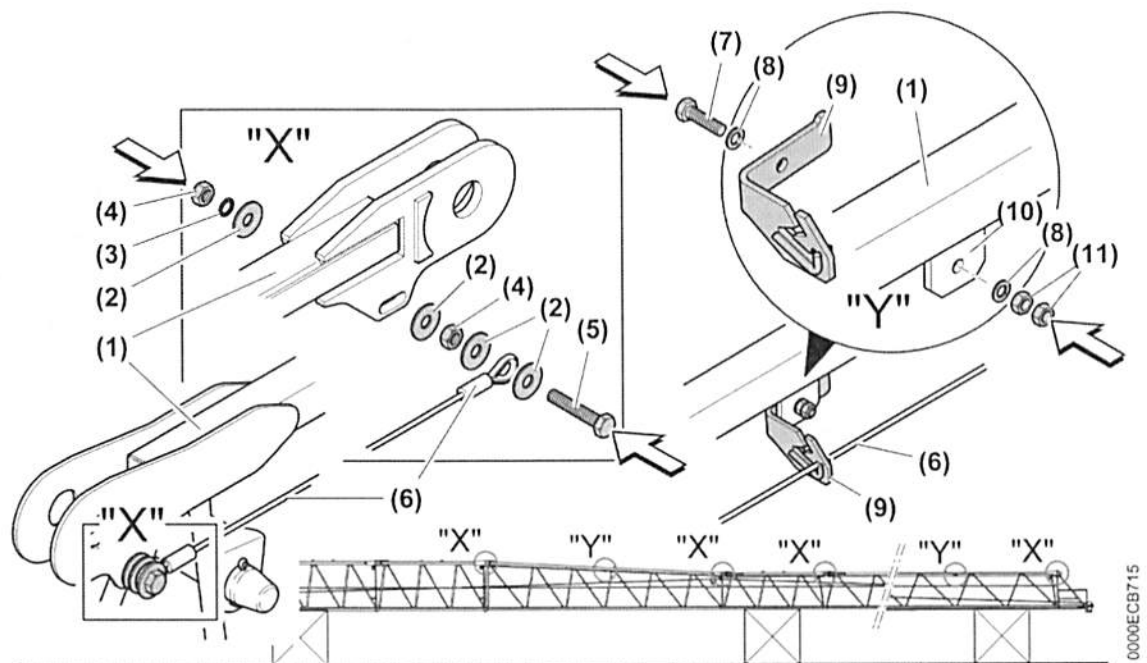

Fig. 277: Geländerseile montieren
- ▶ Seilführungen (9) an Laschen (10) mit Schrauben (7) verschrauben. Jede Schraube (7) mit zwei Sicherungsscheiben (8) und zwei Muttern (11) sichern.
- ▶ Geländerseil (6) an Obergurt (1) mit Schrauben (5) verschrauben. Jede Schraube (5) mit vier Scheiben (2), einer Sicherungsscheibe (3) und zwei Muttern (4) sichern (Anordnung der Sicherungselemente beachten: (siehe: Fig. 277, Seite 315)).
- ▶ Geländerseil (6) in montierte Seilführungen (9) einfädeln.